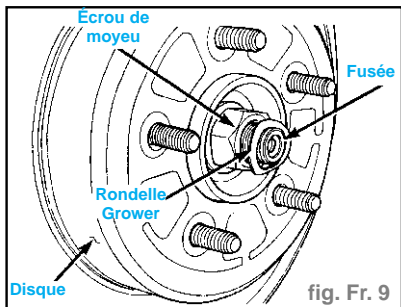

fig. Fr. 9
- Déposer la rondelle Grower de la fusée de joint homocinétique extérieur (fig. Fr. 9).
- Poser la rondelle Grower sur la fusée du joint homocinétique (fig. Fr. 9).